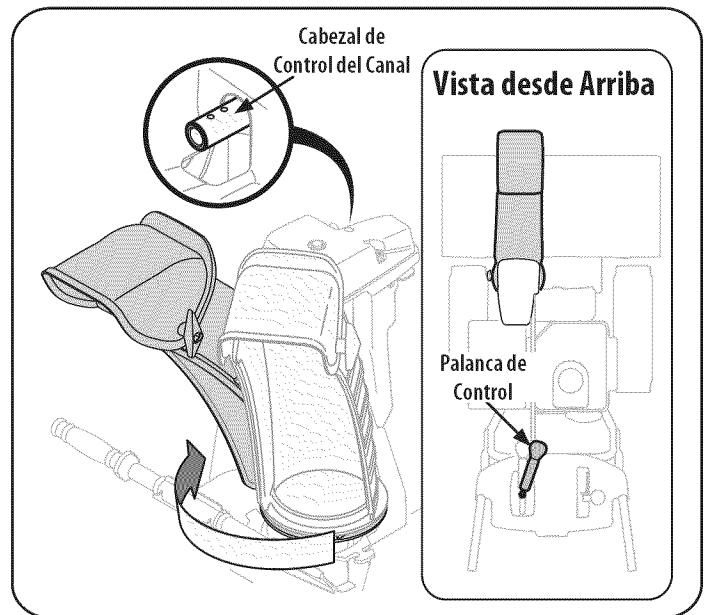
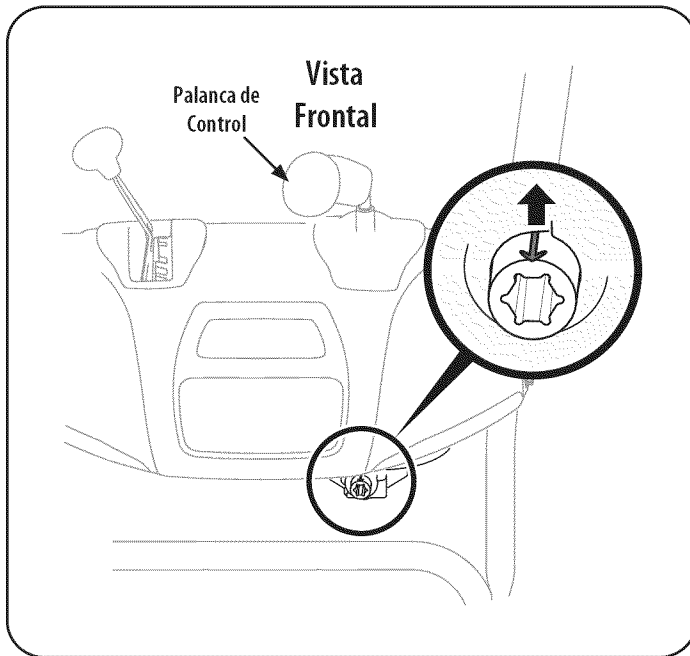

Figura 6
Figura 7
5. Apriete el disparador en la palanca de control y gire el canal manualmente para que mire hacia delante. Los orificios en el cabezal de control del canal estarán mirando hacia arriba. Vea la Figura 6.
6. Gire la palanca de control a la una posición tan que la flecha indicadora plateada en el engranaje del piñón por debajo del panel de control señale hacia arriba. Vea la Figura 6.
**NOTA:** La palanca de control girará ligeramente hacia la derecha. Vea la Figura 6 & la Figura 7.